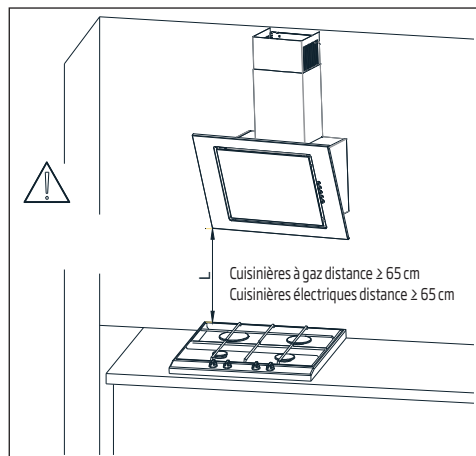
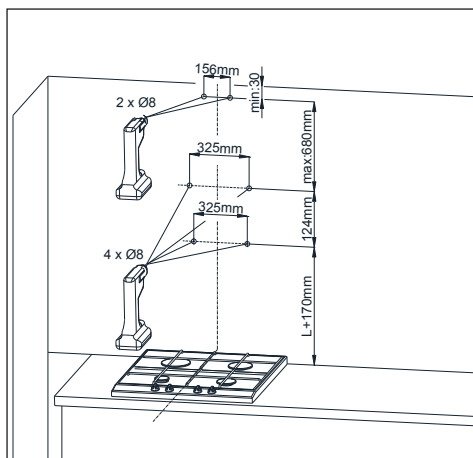
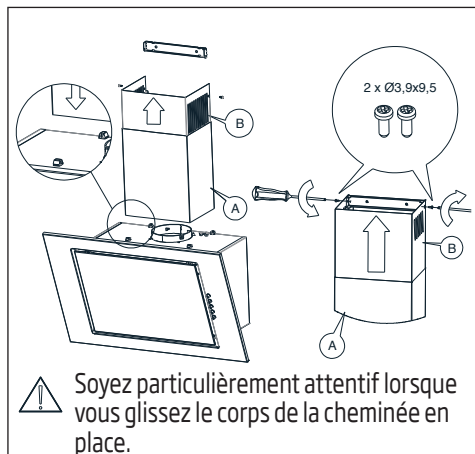

Fig. 3 Distances recommandées par rapport à la cuisinière
Fig.4 Dimensions de montage
Fig. 9 Montage du corps de cheminée
La distance minimale entre la cuisinière (à gaz ou cuisinière électrique) et la partie inférieure de la hotte (figure 3) doit être d'au moins 65 cm pour les cuisinières électriques et d'au moins 65 cm pour celles à gaz. Si le manuel d'utilisation de la cuisinière indique une distance la plus élevée pour l'installation de la hotte, cette exigence de distance plus élevée doit être respectée. L'installation de la hotte et du corps de cheminée est illustrée sur les figures (Fig. 4 - Fig. 9). La hotte est équipée de broches de fixation adaptées à la plupart des murs et des plafonds. Au cours du montage, respectez les règles communes relatives à l'évacuation de l'air de la pièce.
1. Définissez l'axe de la cuisinière et indiquez-le sur le mur où la hotte sera installée. Notez tous les points de fixation de la hotte et percez les trous à l'aide de la perceuse. (Fig. 4)
Placez le corps de la cheminée sur le corps de la hotte. Dessiner ensuite déplacez délicatement la partie de la hotte marquée B vers le haut, jusqu'à ce qu'il soit possible de la visser sur l'élément de fixation préalablement fixé au mur (Fig. 9).